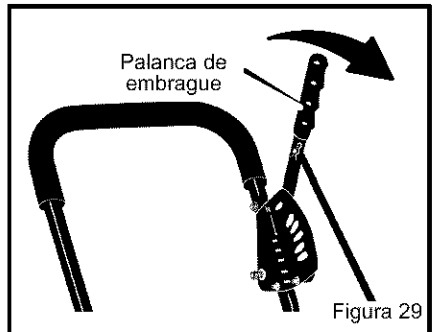

Figura 29
2. Para enganchar la cuchilla, mueva la **palanca del embrague** hacia adelante (ver la Figura 29).